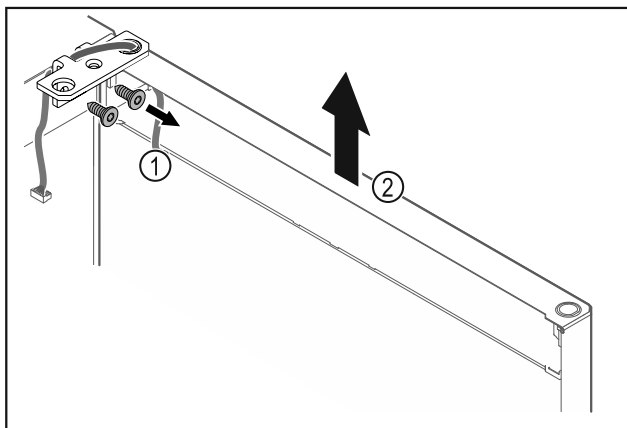

Fig. 27
- Svitare la cerniera angolare Fig. 27 (1).
- Sollevare la porta con la cerniera angolare Fig. 27 (2) di ca. 200 mm verso l'alto in senso orizzontale e rimuoverla.